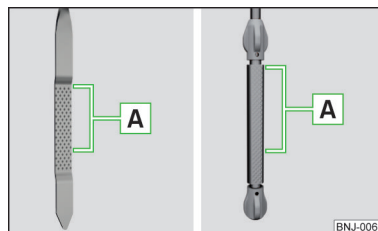

Fig. 249
Il livello dell'olio deve trovarsi nell'area » fig. 249. Se il livello dell'olio è al di sotto dell'area , rabboccarlo.
- Il livello dell'olio non deve mai essere all'esterno dell'area **A** » fig. 249 - altrimenti sussiste il pericolo di danneggiamento del motore e dell'impianto di scarico.